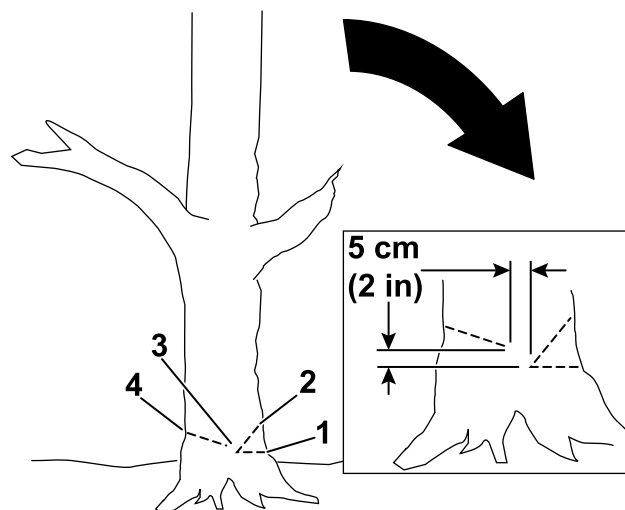

Figura 16
- Haga el primer corte de un tercio del diámetro del árbol en el lado hacia donde desea que caiga el árbol (Figura 16).
- Haga un segundo corte para formar una cuña, empezando el corte al menos 5 cm por encima del primer corte (Figura 16).
- Haga el corte de caída desde el lado opuesto a la cuña y unos 5 cm por encima de la parte inferior de la cuña, como se muestra en la Figura 16.
**Importante:** Detenga el tercer corte a 2,5 – 5 cm de la cuña para formar una bisagra entre los cortes (Figura 16), que evitará que el árbol caiga en la dirección incorrecta o que gire al caer.
**Nota:** A medida que el corte de caída se acerque a la bisagra (Figura 16), el árbol debe empezar a caer.